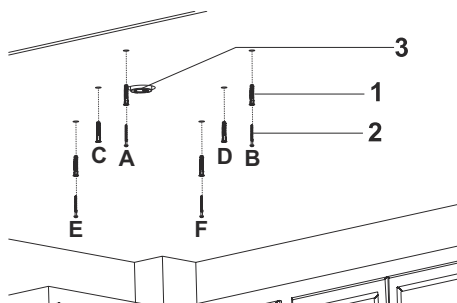

Abb. 6
2. Setzen Sie die Dübel in die gebohrten Löcher ein(Abb. 6).
Die 5,5 x 60 Schrauben in die Dübel der Punkte A,B,E,F hineindreihen(Abb. 6).
Die Kabelverbindungen nach der Montageanleitung durchführen(Abb. 6).